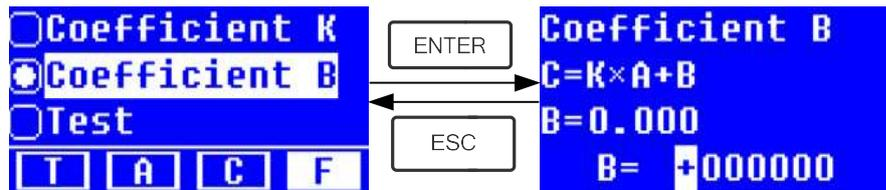

Fig.4-19
- ★ Entrar el valor de B de la misma forma.(Fig. 4-19)